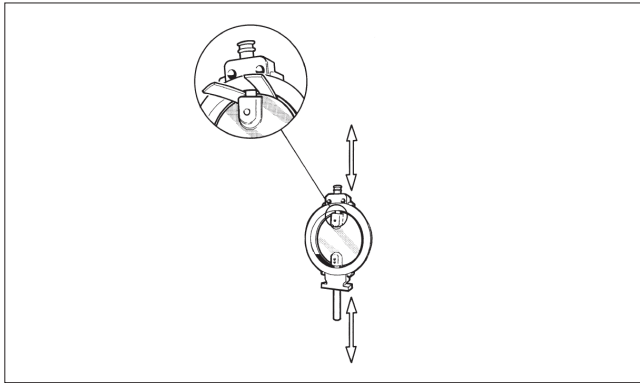

Fig. 17 Protection du disque pour le démontage et le remontage
- Percez les trous soigneusement au niveau du centre des goupilles (16). Utilisez un foret de 0,2-0,5 mm plus petit que le diamètre de la goupille.
- Démontez la garniture de presse-étoupe, y compris la bague anti-extrusion (23), tel qu'indiqué à la Section 5.3.
- Retirez les vis (44) et la bride pleine (8), puis retirez le joint (31).
- Placez des bandes de caoutchouc ou une protection entre le bord du disque et le corps, puis retirez les arbres (cf. Figure 17).
- Retirez les paliers (11).
- Avant toute chose, assemblez le disque (3) et l'arbre (5 et 6). Si les trous des goupilles ont été endommagés lors du retrait des anciennes goupilles, vous pouvez percer les trous à un diamètre de goupille supérieur. Nettoyez soigneusement les axes des éventuelles bavures.
- Installez les paliers (11) sur le corps (1) depuis le côté passage.
- Placez les paliers de butée (12) au niveau de l'extrémité de l'arbre
- Placez le disque horizontalement sur une surface de sorte à ce que son côté plat repose sur la surface. Levez le corps autour du disque de façon à ce que les alésages de l'arbre soient alignés avec les alésages sur le disque. Protégez le disque (cf. Figure 17).